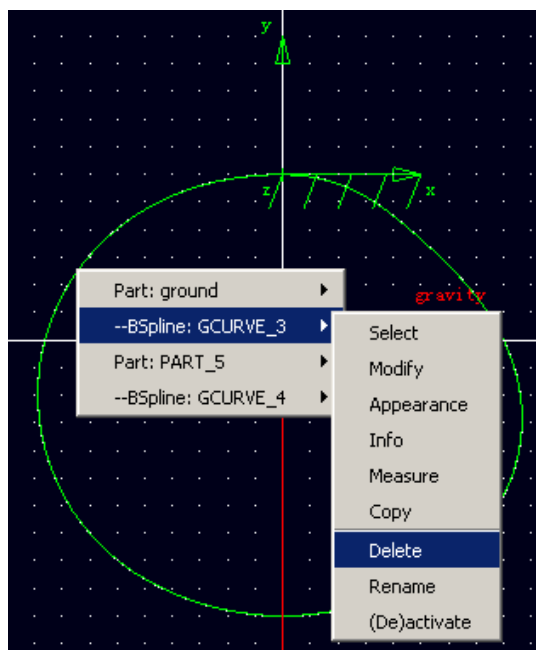

图 4-15 删除轨迹曲线
4.9 在样条曲线上，如图 4-15 所示右击鼠标，在弹出的菜单中，选择“--Bspline:GCURVE\_3→Delete”，删除最开始生成的轨迹曲线（因为该闭合样条曲线与机架固结在一起）。